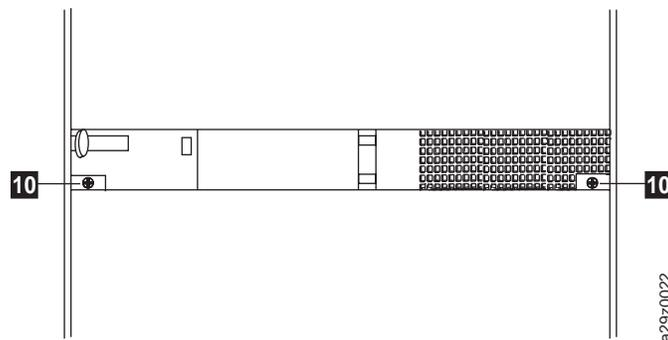

Figura 24. Fijación de la parte posterior de la biblioteca en el bastidor
- Fije la parte posterior de la biblioteca al bastidor con un tornillo de cabeza redonda **10** en cada una de las fijaciones posteriores (Figura 24). Apriete los demás tornillos de la fijación posterior para fijar la biblioteca al bastidor.